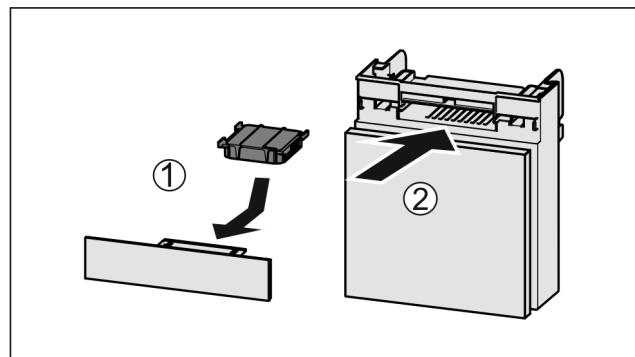

Fig. 153
- Поставете Fig. 153 (1) филтъра с активен въглен, както е показано на фигурата.
- Вкарайте Fig. 153 (2) отделението.